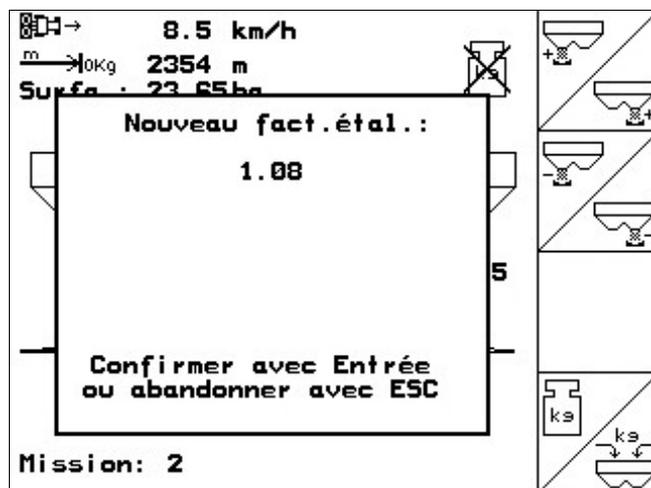

Fig. 39
- Le nouveau facteur d'étalonnage s'affiche, confirmez le avec la touche , ou annulez le en appuyant sur la touche  (Fig. 39).